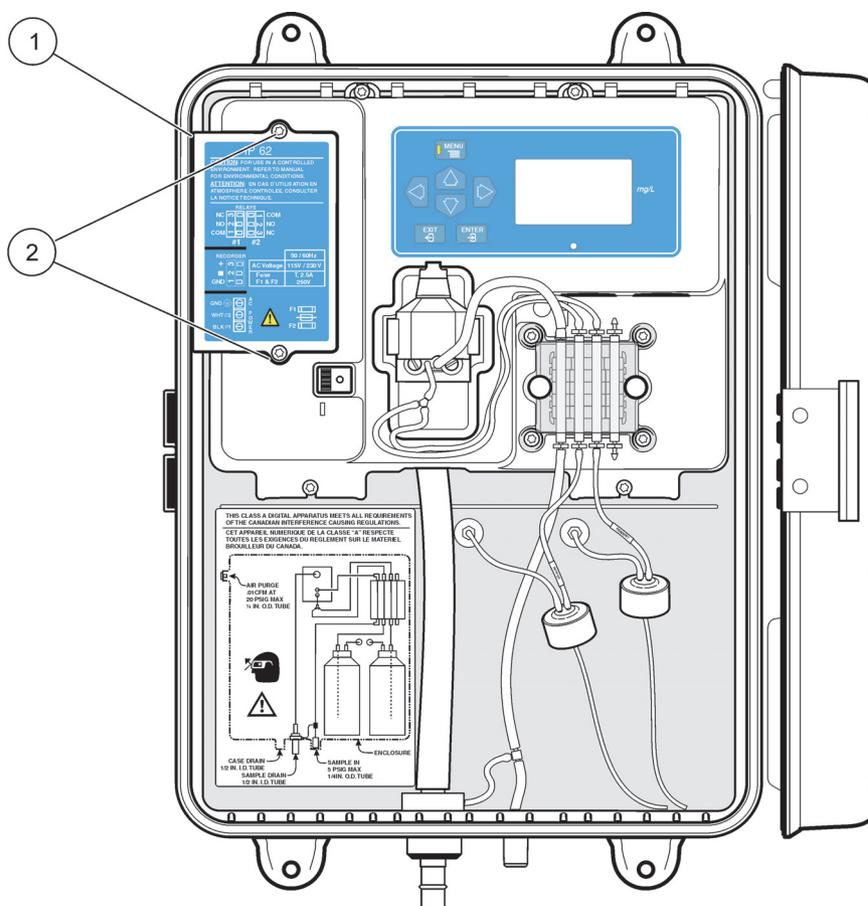
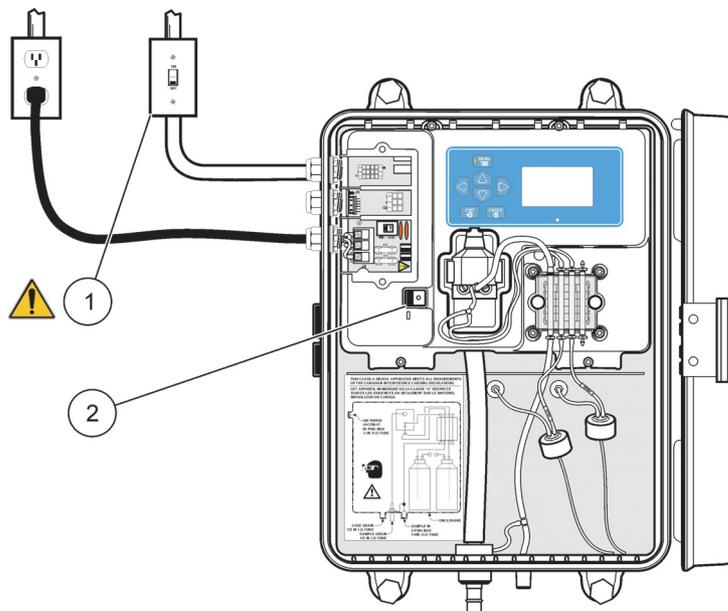

Abbildung 9 Lokalisieren und Abnehmen der Abdeckplatte
Abbildung 12 Stromversorgungsanschluss
Die Stromversorgung wird an die Anschlussleiste angeschlossen, die sich in der linken Seite des elektrischen Bereichs befindet und zugänglich ist, wenn der Bediener die Abdeckplatte abnimmt. Siehe Abbildung 9 und Abbildung 12.
2.3 Nehmen Sie die Abdeckplatte ab (siehe Abbildung 9 im Handbuch).